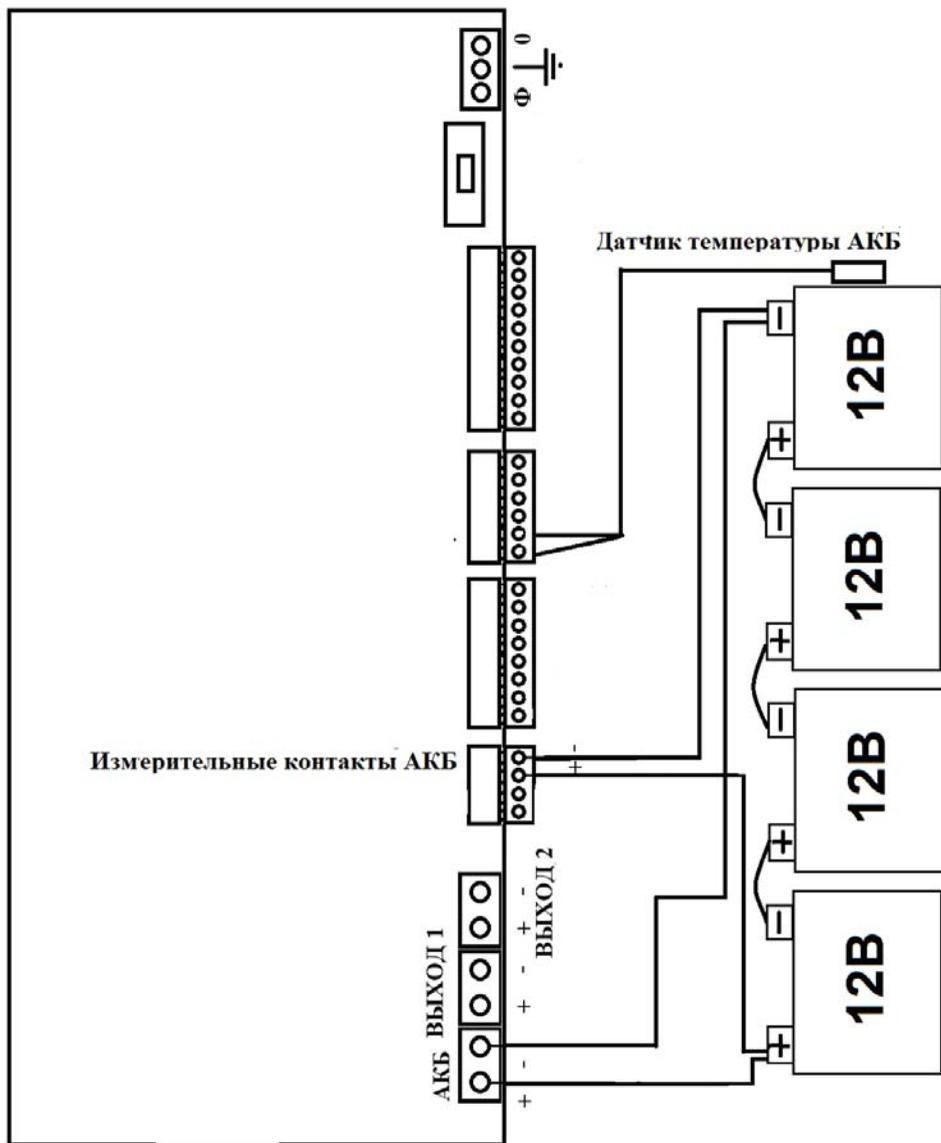

Рисунок 7 – Подключение АКБ в батарею.
- подключить, соблюдая полярность, внешнюю АКБ состоящую из 4-х батарей соединённых последовательно к изделию (см. рисунок 7). Провода сечением 2,5 мм² - к клеммам колодки «АКБ». Провода сечением 0,35 мм² - к клеммам колодки «Измерительные контакты АКБ»;